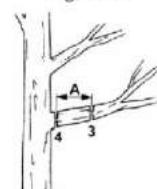

Fig.PP14
5.7.2- Élagage de branches épaisses (Fig.PP14)